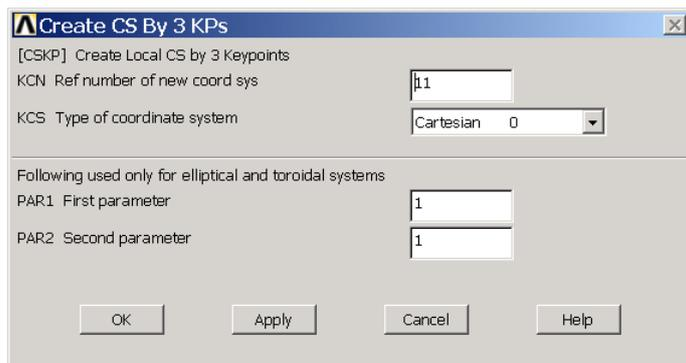

图2.7 创建局部坐标系对话框
(4) 弹出如图2.7所示的【Create CS By 3 KPs】对话框，在【Ref number of new coord sys】文本框中输入局部坐标系的标识号，本例使用默认的11即可。在【Type of coordinate system】下拉列表框中选择所采用的局部坐标系，本例中选择【Cartesian 0】（直角坐标系），并单击【OK】按钮确认。